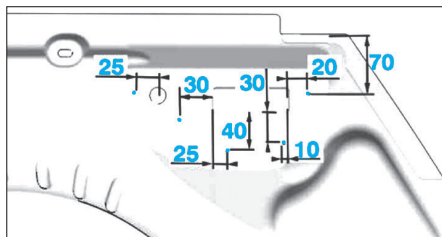

FIG. 60
- Prépercer sur la partie haute AVG du plancher comme illustré (Fig.60).